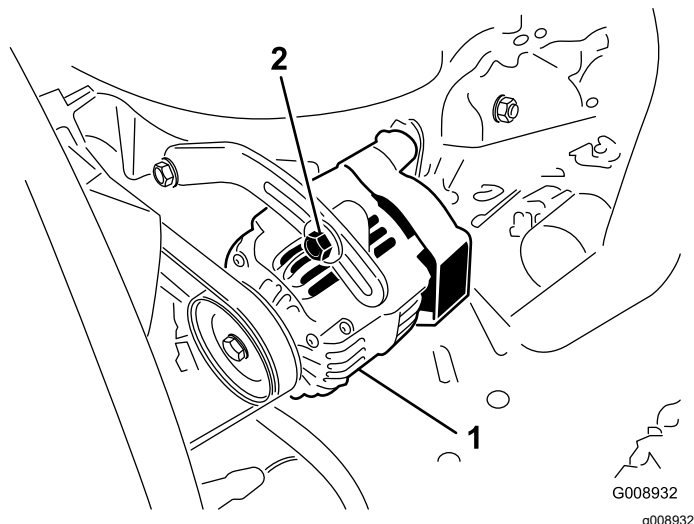

Figura 44
2. Si la desviación no es de 10 mm ($\frac{3}{8}$ "), afloje los pernos de montaje del alternador (Figura 44).